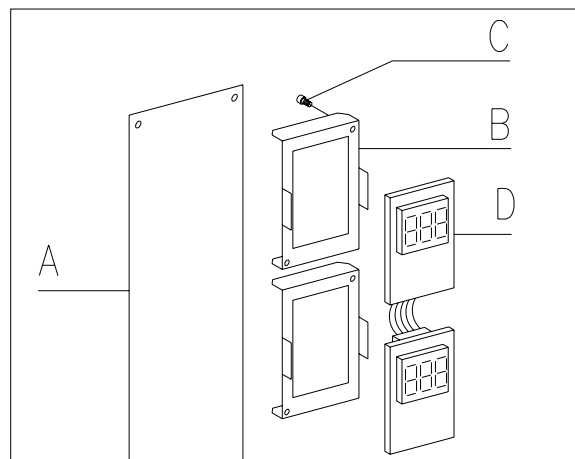

Abb. 20
8.13 ERSETZUNG DISPLAY ABB. 20